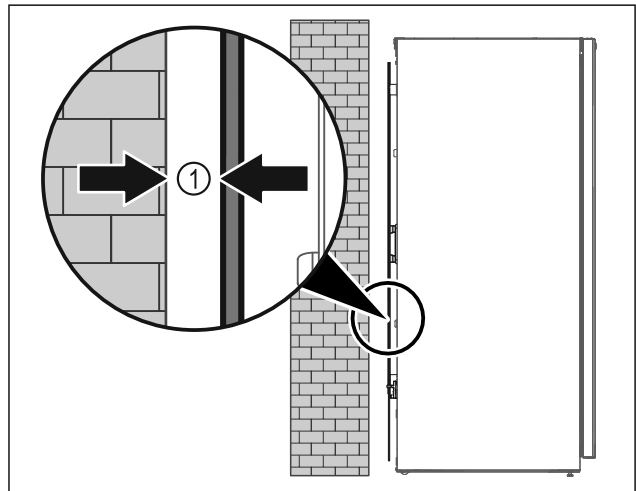

Fig. 65
- ▶ Установите устройство или свободно в помещении или прямо к стене на расстоянии 5 мм Fig. 65 (1).